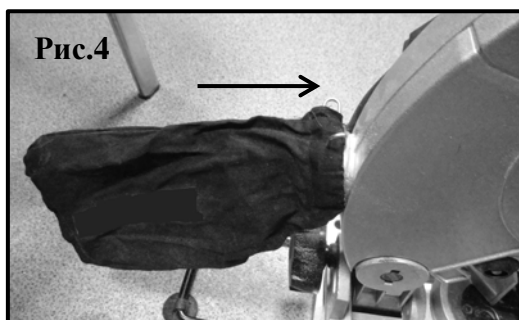

Рис.4
**Установите пылесборный мешок (рис.4).**